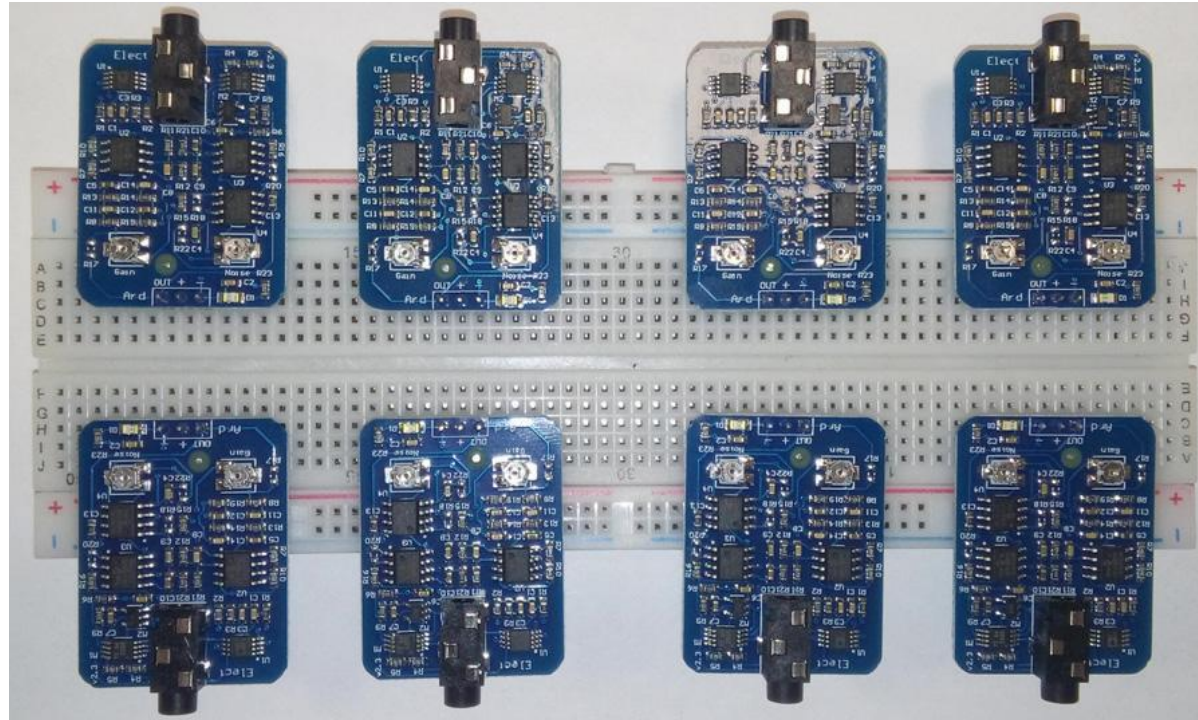

Рисунок 7 - Подключение модулей ЭЭГ к макетной плате
1. Вставьте Модули ЭЭГ в макетную плату так, как показано на рис. 7